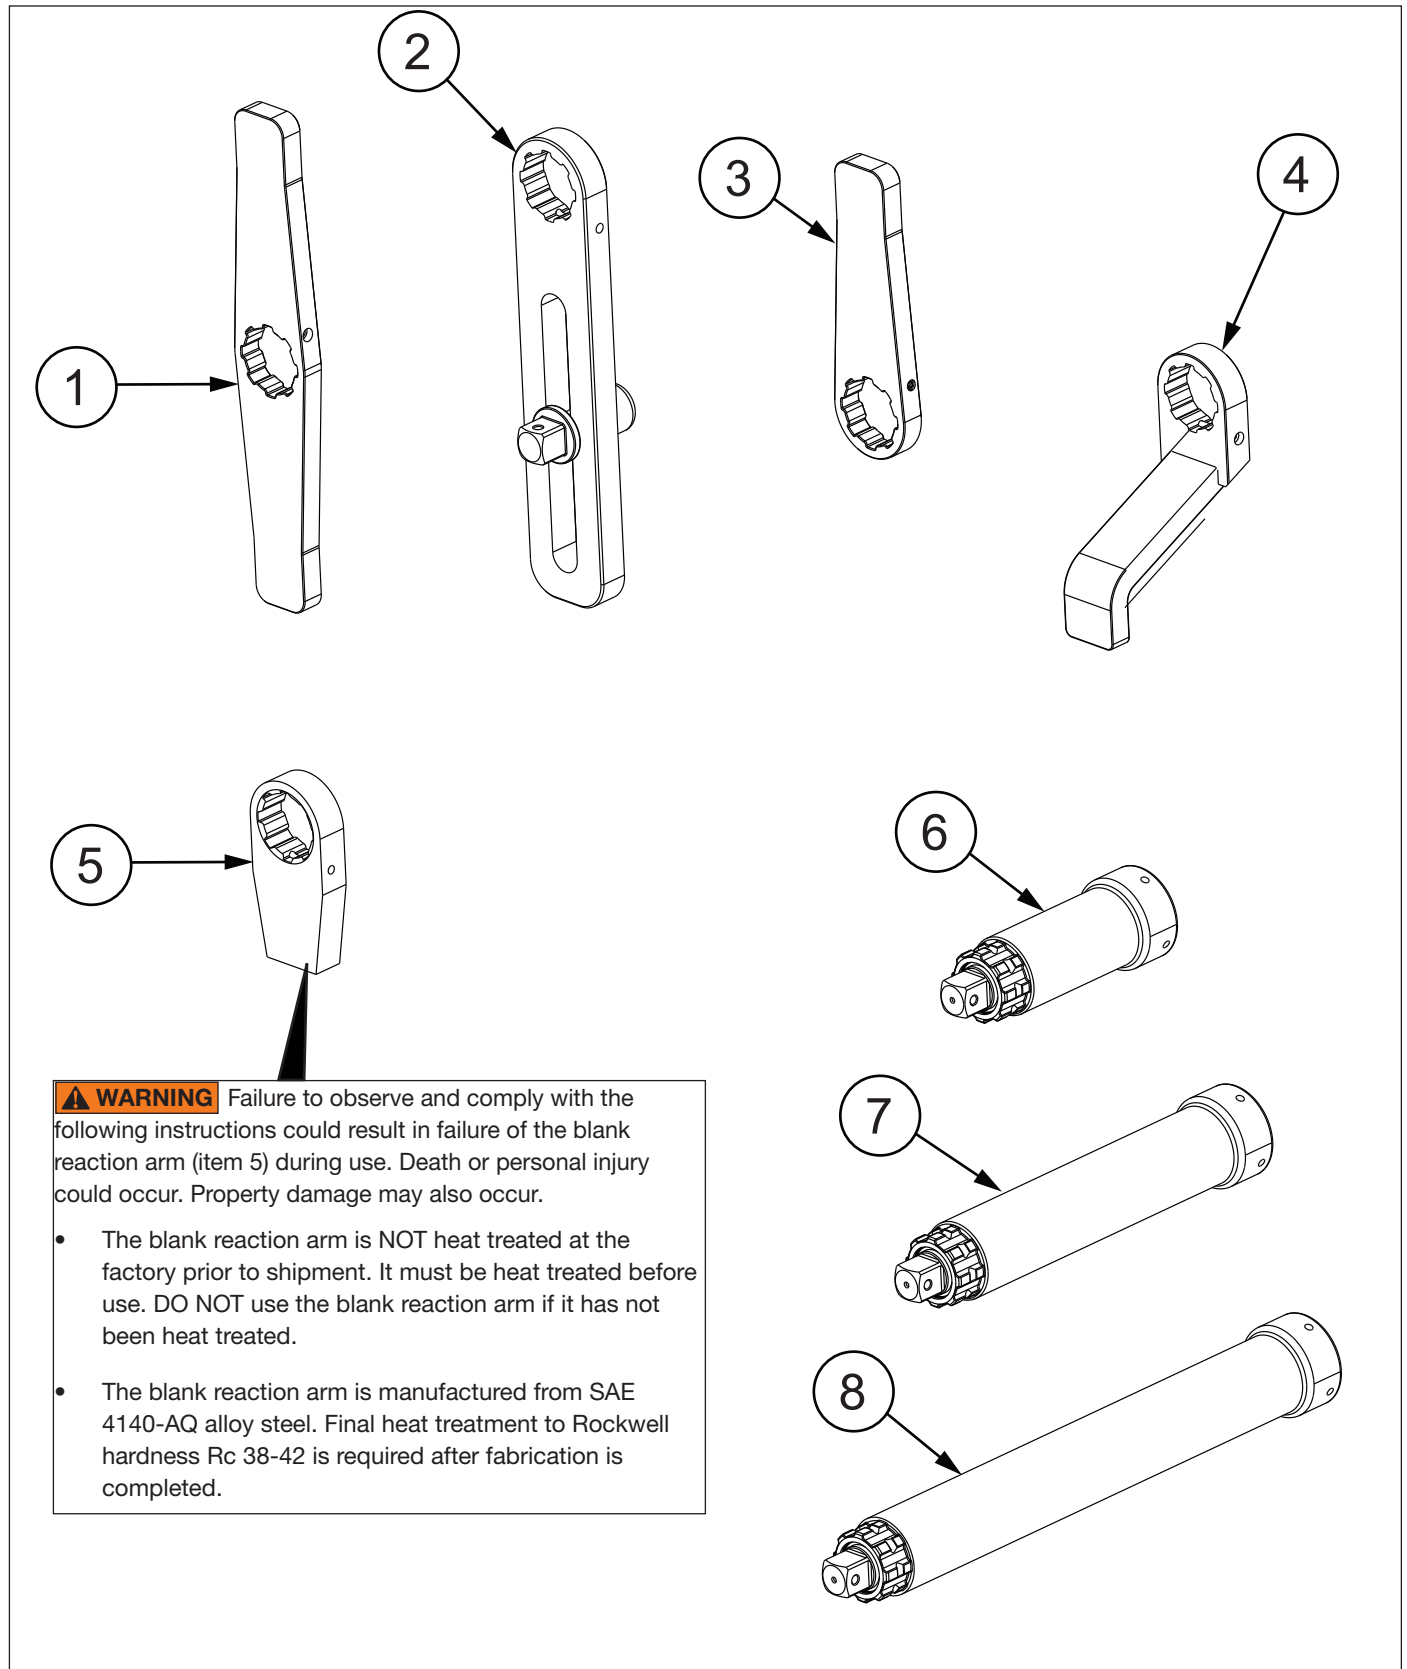

Figure 14: Accesories
9.8.1 Table of Parts (Figure 14)